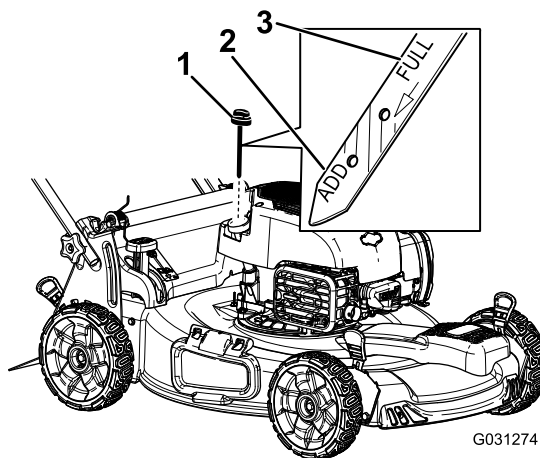

Figure 27
3. Tournez le bouchon dans le sens antihoraire et sortez la jauge (Figure 27).
10. Vérifiez le niveau d'huile indiqué par la jauge (Figure 27).